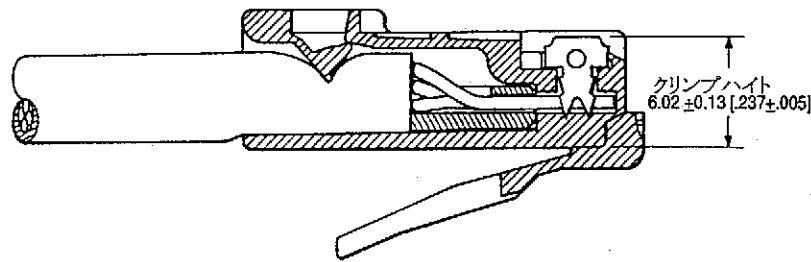

図9
- B. クリンプハイトはFCC規則、部門68、サブパートFに基いて 6.02 ± 0.13 [$.237 \pm .005$]で、図9に示した位置で測定する。